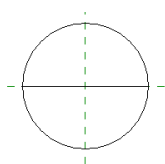

图 3-4 绘制图形
(2) 删除族样板中默认提供注意事项文字。
(3) 单击“创建”选项卡“详图”面板“线”按钮，打开“修改 | 放置线”选项卡，单击“绘制”面板中的“圆”按钮，在视图中心位置绘制直径为 10mm 的圆。
(4) 单击“绘制”面板中的“线”按钮，在最大直径处绘制水平直线，如图 3-4 所示。完成索引符号外形的绘制。